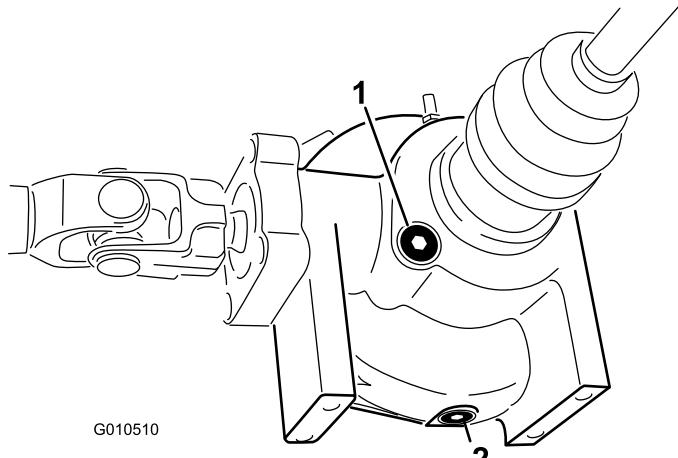

Figura 55
2. Limpie la zona alrededor del tapón de vaciado en el lateral del diferencial (Figura 55). Coloque un recipiente debajo del tapón de vaciado.